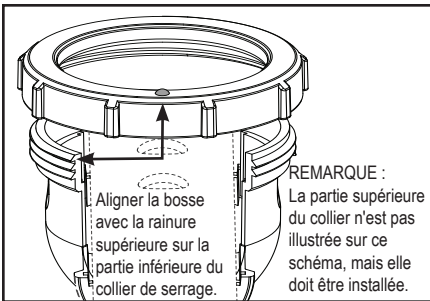

Figure 13. Alignement d'anneau de blocage
13. Aligner correctement l'anneau de blocage, en s'assurant que la bosse soit alignée avec la rainure supérieure (Voir Figure 13).